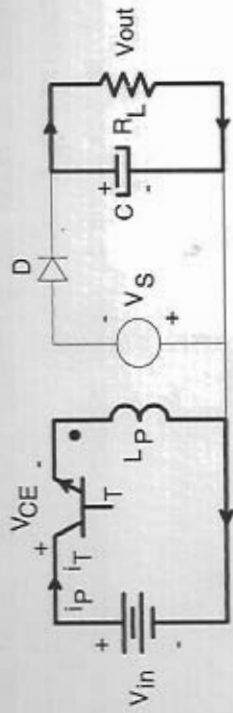

Fig. 2.5: 1ª etapa de funcionamento.
- b.1) Durante o intervalo em que T se mantém fechado, o diodo D se mantém bloqueado e a sua corrente é nula. O circuito é representado pela Fig. 2.5, onde L_p representa a indutância magnetizante medida no primário do transformador.